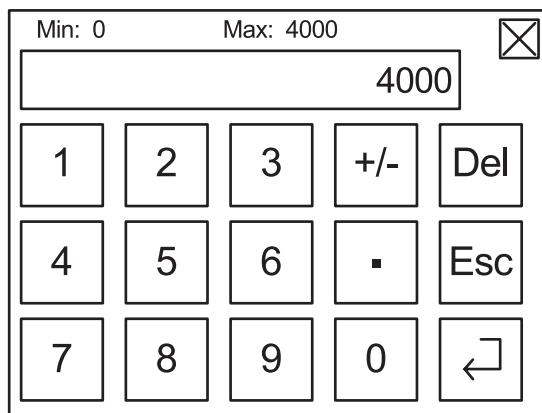

Figura 7.
- Pulse en el área de visualización de velocidad o fuerza centrífuga (FCR)  , según se requiera, se abrirá una ventana de configuración como se muestra en la Figura 7. Introduzca el valor deseado y pulse la flecha de retorno  para salir de la ventana del teclado numérico. El valor introducido se establecerá como parámetro de velocidad.